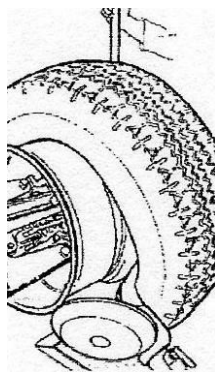

Рисунок 18
8.3.16 Поверните монтажный инструмент на 180° и вставьте его крюк между ободом и бортом шины (Рисунок 18). Перемещайте его, пока борт не будет находиться рядом с краем обода (лучше всего делать это при вращающемся колесе).